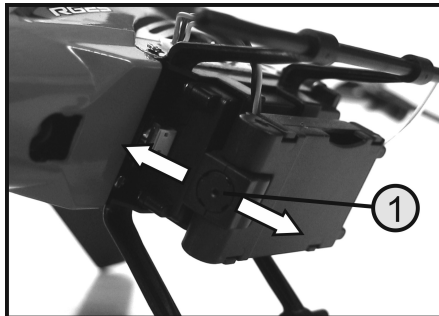

Bild 22
- Bei Bedarf justieren Sie die Optik der Kamera, indem Sie den gewünschten Neigungswinkel von Hand einstellen (siehe Bild 22).